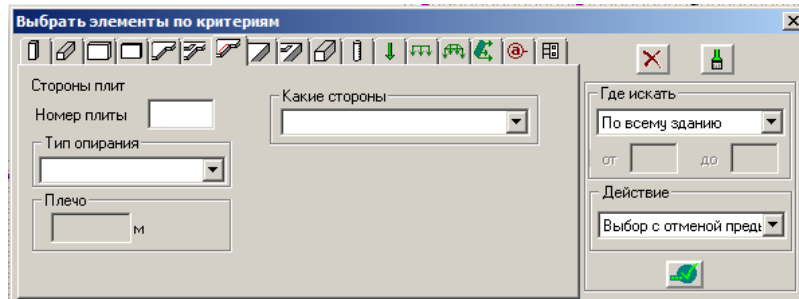

Рис.10.2.6. Окно диалога **Выбрать элементы по критериям** (закладка **Стороны плит**)
- щелкните на закладке **Стороны плит**  (рис. 10.2.6);